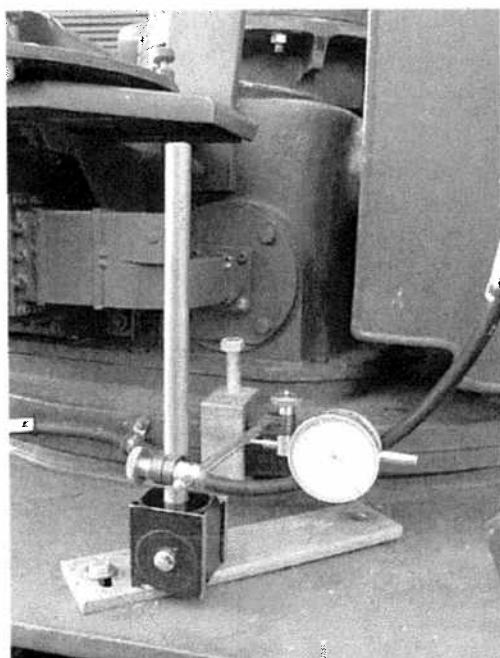

Bild 9.
- Ställ magnetstativet på plattan och arrangera mätklockan enligt bild 9.